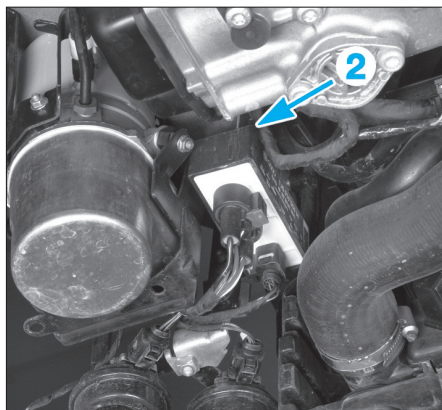

FIG. 25
- le module de refroidissement (2) du longeron (Fig.25).